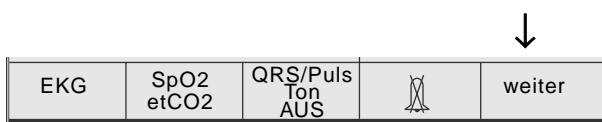

Bild 11-1. Hauptmenü
- Drücken Sie im Hauptmenü **F5** **[weiter]** (Bild 11-1).